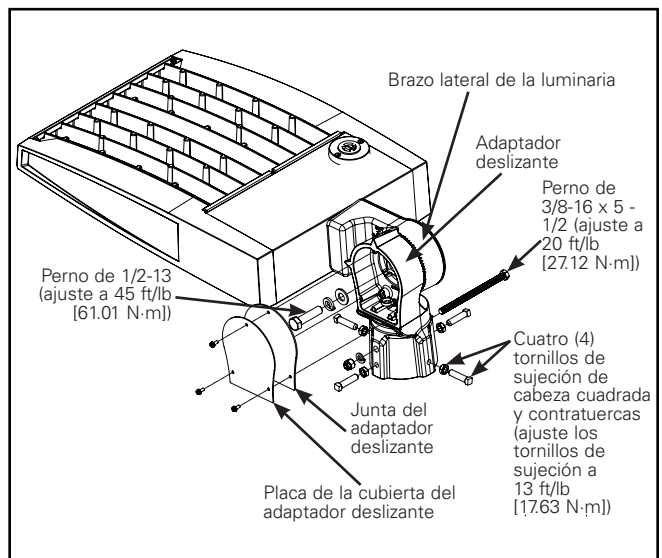

Figura 2b.
1. Afloje los tres (3) tornillos de cabeza hexagonal ubicados en el brazo y montados en la parte trasera de la luminaria, y cuidadosamente deje a un lado la placa de cubierta y los tornillos.
6. Para el montaje en una espiga horizontal, debe instalar un perno pasante de 3/8 in de diámetro en el orificio de 0,400 in del adaptador deslizante. El orificio de 0,400 in está ubicado a 2 in desde la parte inferior del adaptador deslizante hasta el centro del orificio. (Figura 2b.)
11. Instale cuidadosamente el adaptador deslizante en la espiga y ajuste momentáneamente los (4) tornillos de fijación de cabeza cuadrada del adaptador deslizante
13. Use los (3) tornillos de cabeza hexagonal para colocar la cubierta sobre el adaptador deslizante.